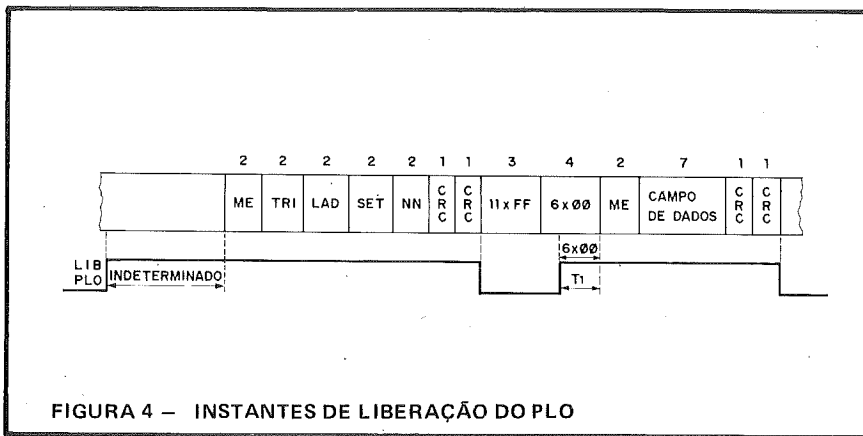

FIGURA 4 – INSTANTES DE LIBERAÇÃO DO PLO
O PLO pode ser liberado em qualquer ponto da trilha, pois a cabeça atraca em qualquer lugar. Quando este é liberado, numa operação de leitura de identificação, há tempo suficiente para entrar em sincronismo. O pior caso, no entanto, ocorre quando já foi lida a identificação e o PLO só é liberado cinco (5) bytes antes do início do campo de dados, ver figura 4.